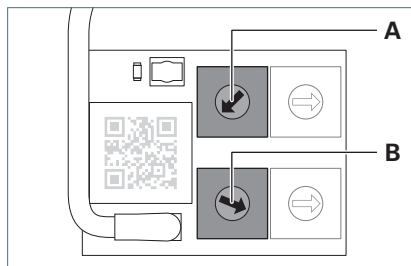

Fig. 6: Deux codeurs rotatifs pour l'affectation aux zones.
- Pour régler la première position de droite de l'adresse de la zone à deux caractères et hexadécimale, positionnez le codeur rotatif **A** sur la valeur souhaitée, voir Fig. 6.